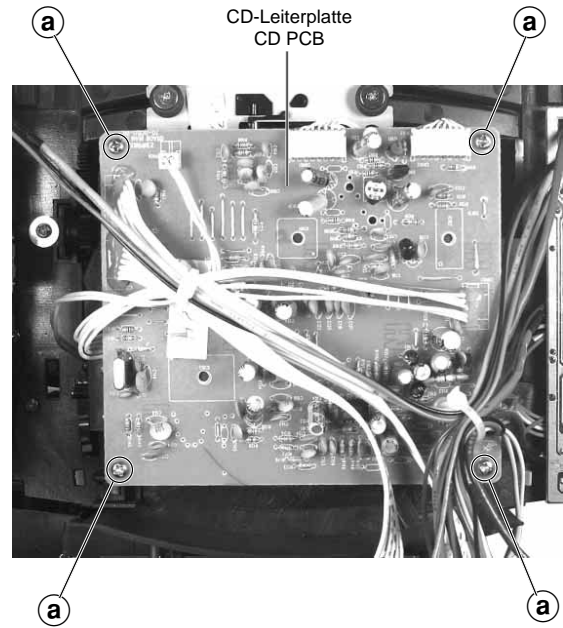

Fig. 8
- 4 Schrauben ① (Fig. 8) herausdrehen.
- Undo 4 screws ① (Fig. 8).